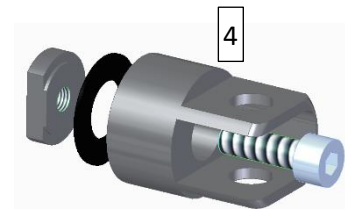

Abbildung 1
Zunächst erfolgt die Montage der vier Halterungen in dem jeweils oberen Loch der Scharniere. Hierzu werden jeweils die Lackschutz-Moosgummi-Zuschnitte auf die Halter (4) geklebt und dann mit den Zylinderkopfschrauben M8x25mm und den Sondermuttern verschraubt (Anzugsdrehmoment 20Nm – Abb. 1). Zur Sicherung aller Schrauben muss Schraubensicherungslack auf den Gewinden angebracht werden!